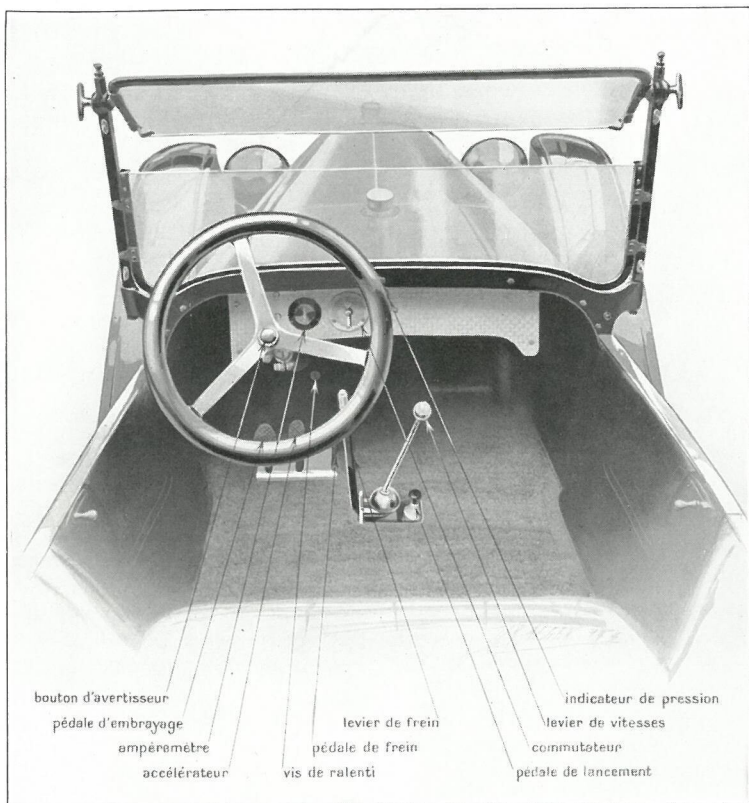

Fig. 29. — Vue générale des organes que le conducteur doit manœuvrer ou surveiller. (Le bouton d'arrêt du moteur est situé au-dessus du commutateur).
- IV. Pour arrêter ensuite le moteur, poussez à fond le bouton qui se trouve au-dessus du commutateur (fig. 29).